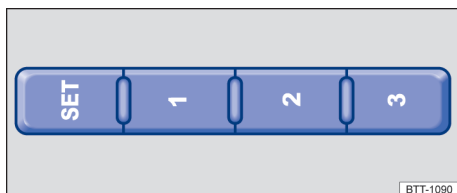

Fig. 80 Parte externa do banco do condutor: botões de memória.
- Pressionar o botão **SET** por mais de um segundo → Fig. 80.